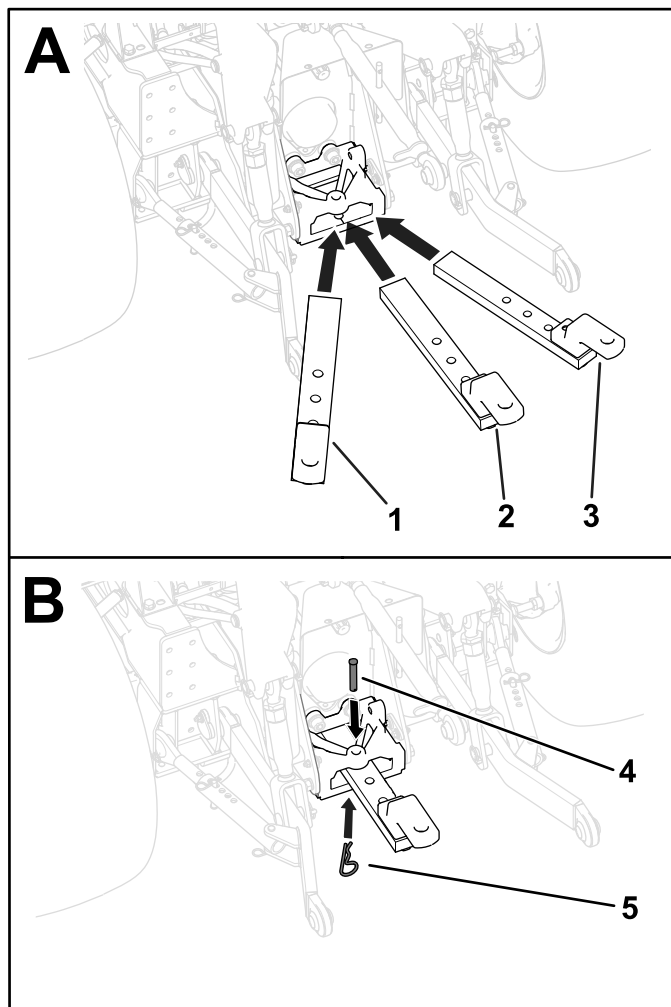

Figura 21
Pode instalar a barra de engate numa posição ajustada ao lado esquerdo, ao lado direito ou ao centro (Figura 21). Determine a posição adequada da barra de engate para o seu acessório e, em seguida, instale a barra de engate da seguinte forma:
1. Insira a barra de engate no suporte da barra de engate (Figura 21).
2. Prenda a barra de engate ao suporte inserindo o passador de forquilha através de um dos três locais dos furos de montagem na barra de engate e ligando o perno de gancho ao pino (Figura 21).